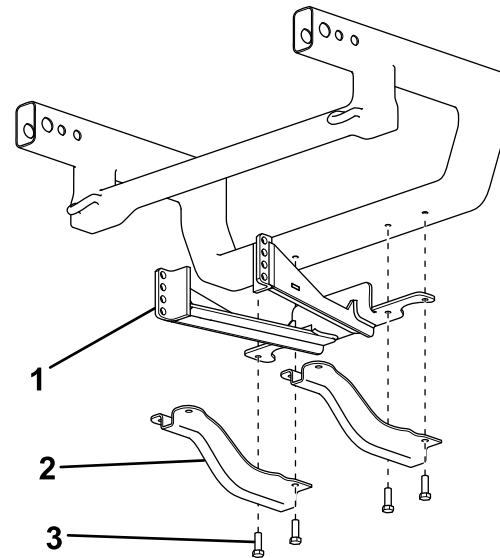

Figure 1
3. Alignez les trous à l'arrière du support coudé et les trous dans la traverse du véhicule (Figure 1).
5. Fixez les supports de blindage et le support coudé à l'aide des boulons existants retirés précédemment (Figure 1).